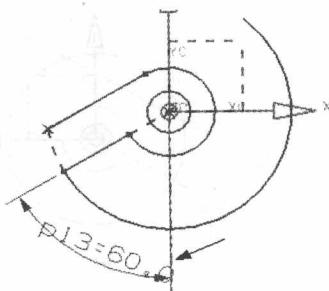

图 1-22 参考线
(4) 沿 Y 轴创建一条直线，并将其转换为参考线，如图 1-22 所示。